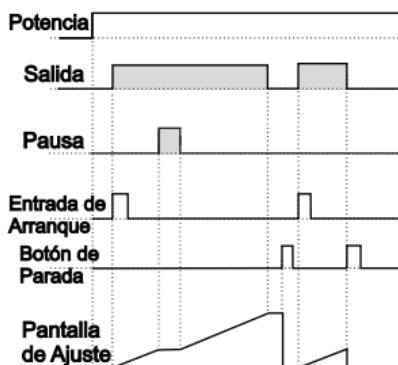

Figura 2.3
1.4.1 Si Conteo Ascendente  $dEct = 0$  y  $\text{butF}$  es  $0-n$ , el diagrama de control se muestra la figura 2.3.